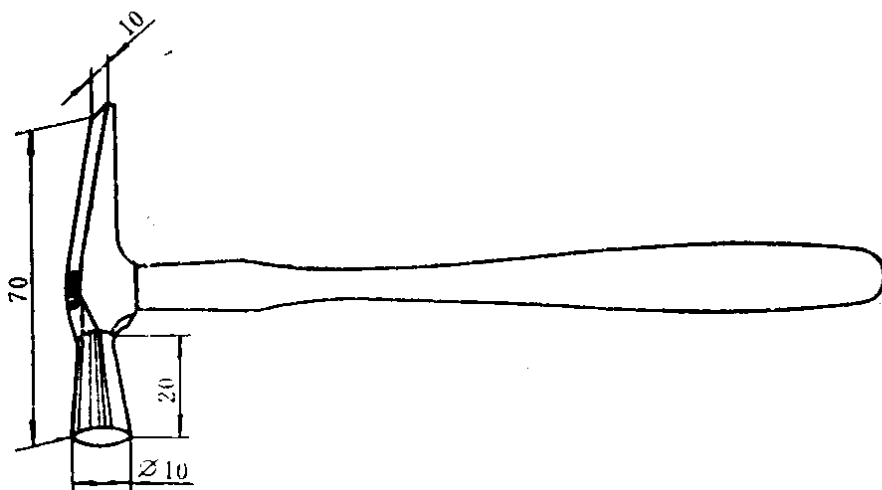

图 1-12 榔头
10. **榔头** 修理手表用的榔头是比较小巧的。其头部长度一般为 70 毫米，宽度为 10 毫米，如图 1-12 所示。